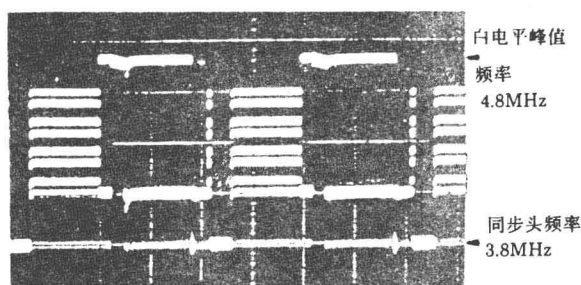

图 4 PAL 同步频率和频偏
4. PAL 同步频率和频偏的调整: 经白、黑切割的信号要进行 FM 调制, 即将亮度信号(包括同步信号)转换成 3.8~4.8MHz 载波 FM 信号, 频偏为 1MHz, 平均电平频率 4.3MHz。当调整不当时, 会使记录的信号, 在其他机器上重放时, 产生偏亮或偏暗的情况, 网纹干扰加重, 黑白交界处产生拉丝, 使机器通用性变差。正确的调试方法是从 LINE IN 输入 PAL 彩条信号, 测试点 PS301(6)接示波器(示波器 IN=DC, H=5 mV/格)调 VR304, 使同步头频率在 $3.8 \pm 0.1\text{MHz}$, 白电平峰值频率在 $4.8 \pm 0.1\text{MHz}$, 见图 4 所示。